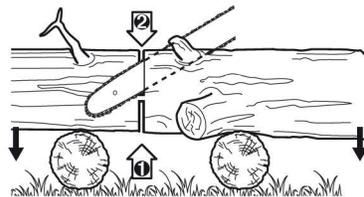

Fig. 42
- > Cuando el tronco se apoya en ambos extremos (Fig. 42), cortar 1/3 del diámetro desde arriba (corte descendente). A continuación, realice el corte final haciendo el corte ascendente de los 2/3 restantes para llegar hasta donde quedó el primer corte.